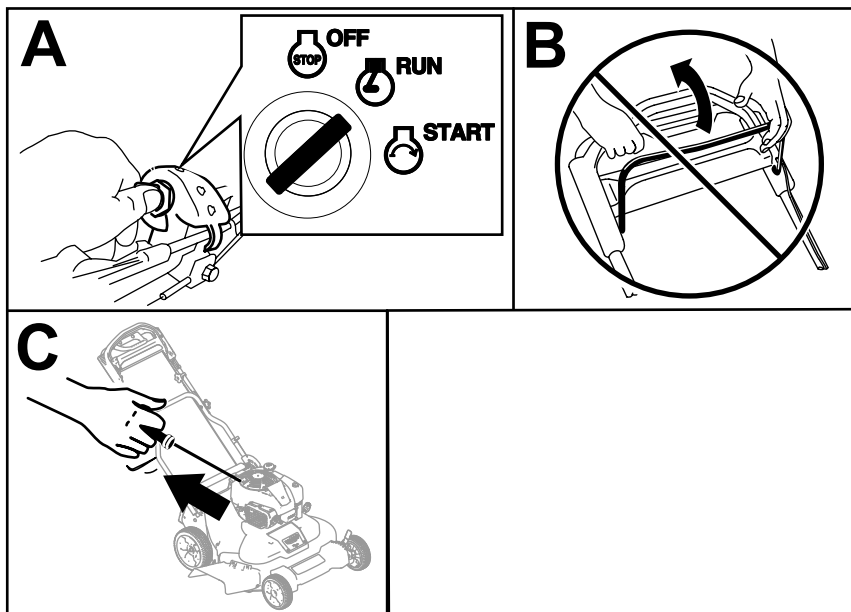

Figure 16
1. Tournez la clé de contact à la position CONTACT (A de Figure 16).
Important: N'essayez pas de démarrer le moteur si la barre de commande des lames est engagée au risque de faire griller le fusible (B de Figure 16).
2. Tirez lentement la poignée du lanceur vers l'arrière jusqu'à ce que vous sentiez une résistance, puis tirez vigoureusement (C de Figure 16). Laissez le lanceur se rétracter lentement jusqu'à la machine.